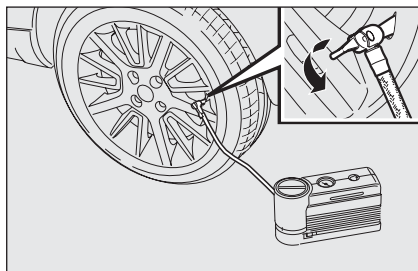

fig. 12
- après avoir conduit pendant 10 minutes environ, s'arrêter et contrôler la pression du pneu **fig. 12** ; se rappeler de tirer le frein à main ;